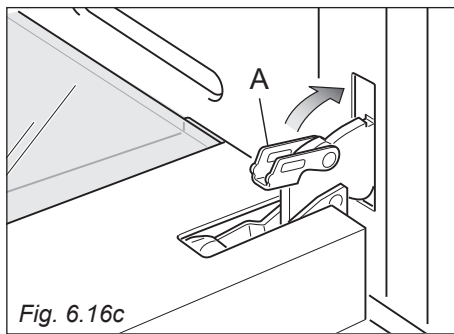

Fig. 6.16c
4. Fermer le levier "A" sur les charnières gauche et droite (fig. 6.16c).